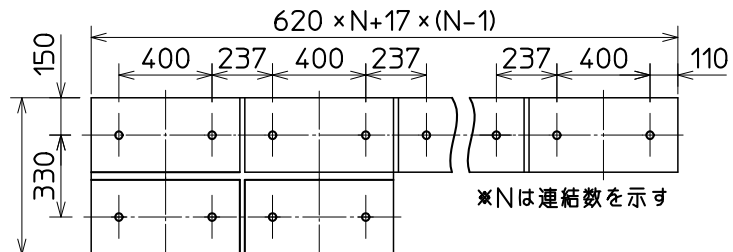

図4.天井・壁埋込(横)連結寸法
5. 天井・壁埋込(横)での器具の連結は図4を参照ください。壁埋込上下連結の取り付けは図2を参照ください。